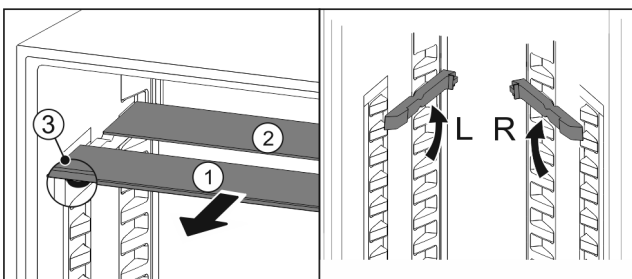

Fig. 147
- ▶ По одной извлеките Fig. 147 (1) стеклянные панели движением вперед.
- ▶ Стеклянная панель Fig. 147 (1) с декоративной планкой лежит спереди.
- ▶ Стопоры Fig. 147 (3) показывают вниз.